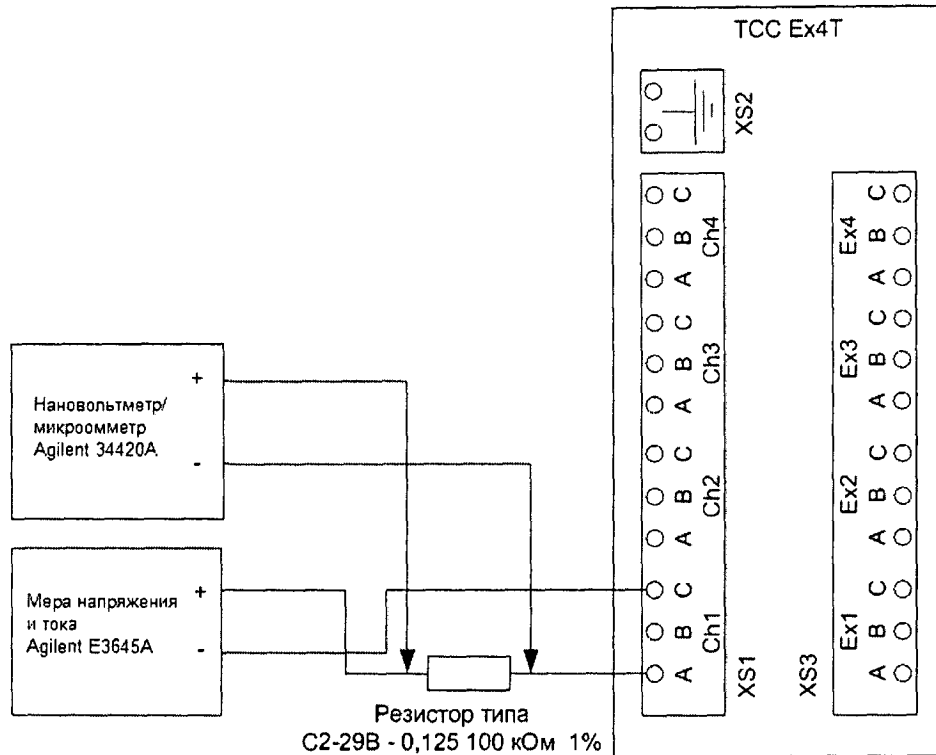

Рисунок 7.3 – Схема проверки тока утечки барьера ТСС Ex4Т
7.3.1.1 Для проверки тока утечки цепи А–С канала 1 собрать схему (см.: рисунок 7.3)